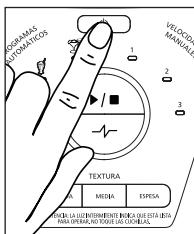

Fig. 19
- Presione el botón de encendido/apagado para encender la licuadora (Fig. 19). La luz de encendido parpadeará, lo que significa que la licuadora está activada y lista para usar.
- Presione el botón de encendido/apagado para apagar la licuadora (Fig. 19).